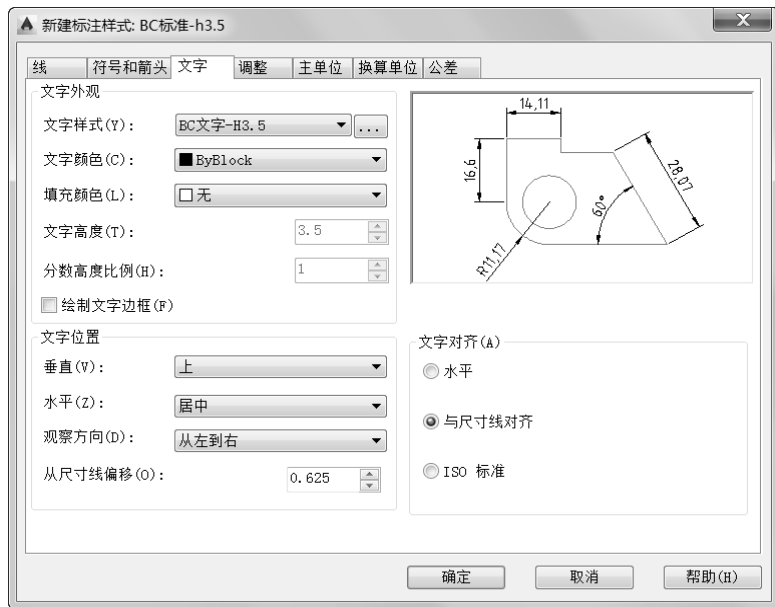

图 6-3 “新建标注样式：BC 标准-h3.5”对话框
3) 在“创建新标注样式”对话框中单击“继续”按钮，系统弹出图 6-3 所示的“新建标注样式：BC 标准-h3.5”对话框。